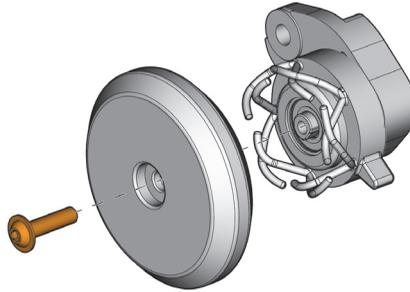

Figura 5-15 Tornillo de rueda del codificador de indexación
1. Sostenga la rueda del codificador para evitar que gire, y retire el tornillo (ver Figura 5-15 en la página 89).